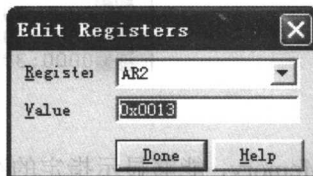

图 1.12 编辑寄存器对话框
- **Register**，能编辑指定寄存器中的值，包括 CPU 的寄存器和外围寄存器中的值。由于 Simulator 只能进行软件仿真，不支持外围寄存器，故不能在 Simulator 中编辑外设寄存器的内容，但能在 Emulator 中对外设寄存器进行管理。单击此命令，将出现如图 1.12 所示的对话框。